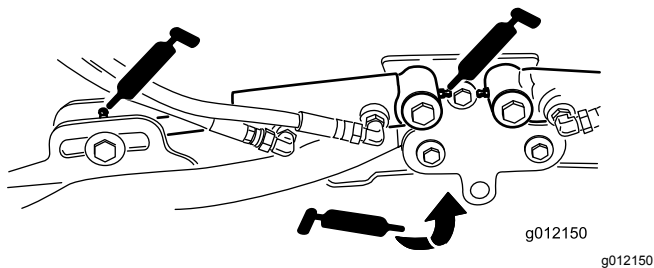

Figura 76
- Cilindri del braccio di sollevamento dell'apparato di taglio (2 cad.) (Figura 76)
- Perni del braccio di sollevamento (1 cad.) (Figura 76)